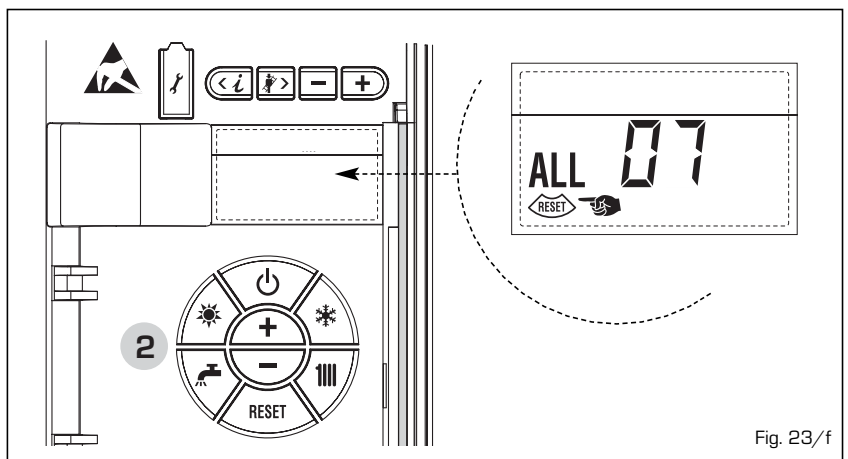

Fig. 23/f
- **ANOMALIA FIAMMA PARASSITA "ALL 08"** (fig. 23/g)